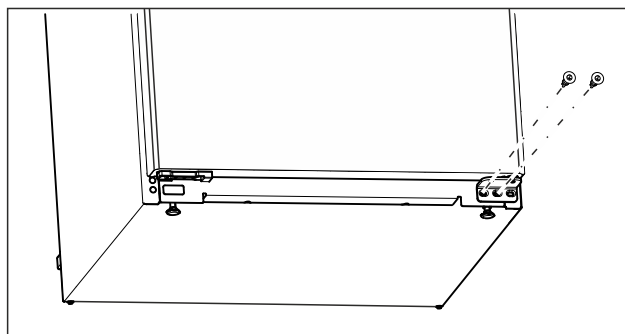

Fig. 15
- Izskrūvējiet vidējo skrūvi apakšējā gultņa balstā ar skrūvgriezi Torx 20. (skat. Fig. 15)
- Izskrūvējiet iekšējo skrūvi apakšējā gultņa balstā ar skrūvgriezi Torx 20. (skat. Fig. 15)